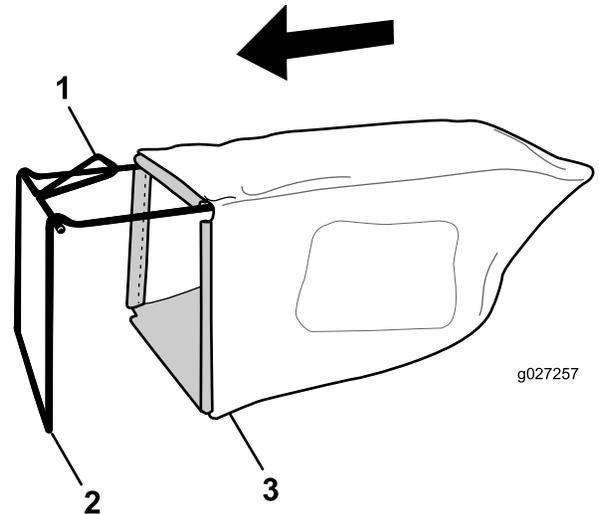

図 9
1. 図 9 に示すように、フレームにバッグを取り付ける。
**注** ハンドルにバッグを被せないでください 図 9。